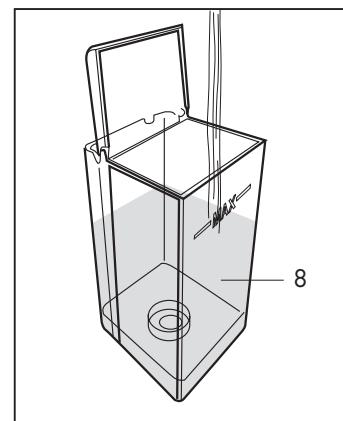

Fig. 2
- Riempire il serbatoio con acqua per un massimo di 2,5 litri. (**Fig.2**)